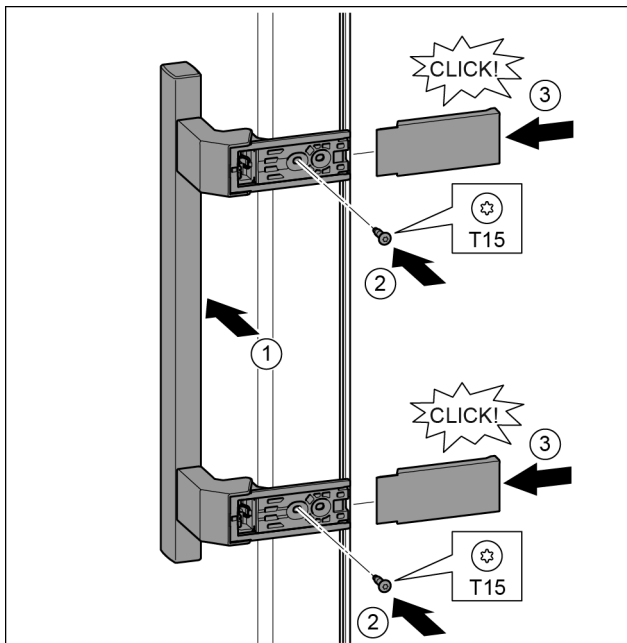

Fig. 19
- ▶ Griff auf der Gegenseite ansetzen. Fig. 19 (1)
- ▶ Schrauben mit Schraubendreher T15 festschrauben. Fig. 19 (2)
- ▶ Abdeckungen seitlich ansetzen und aufschieben. Fig. 19 (3)